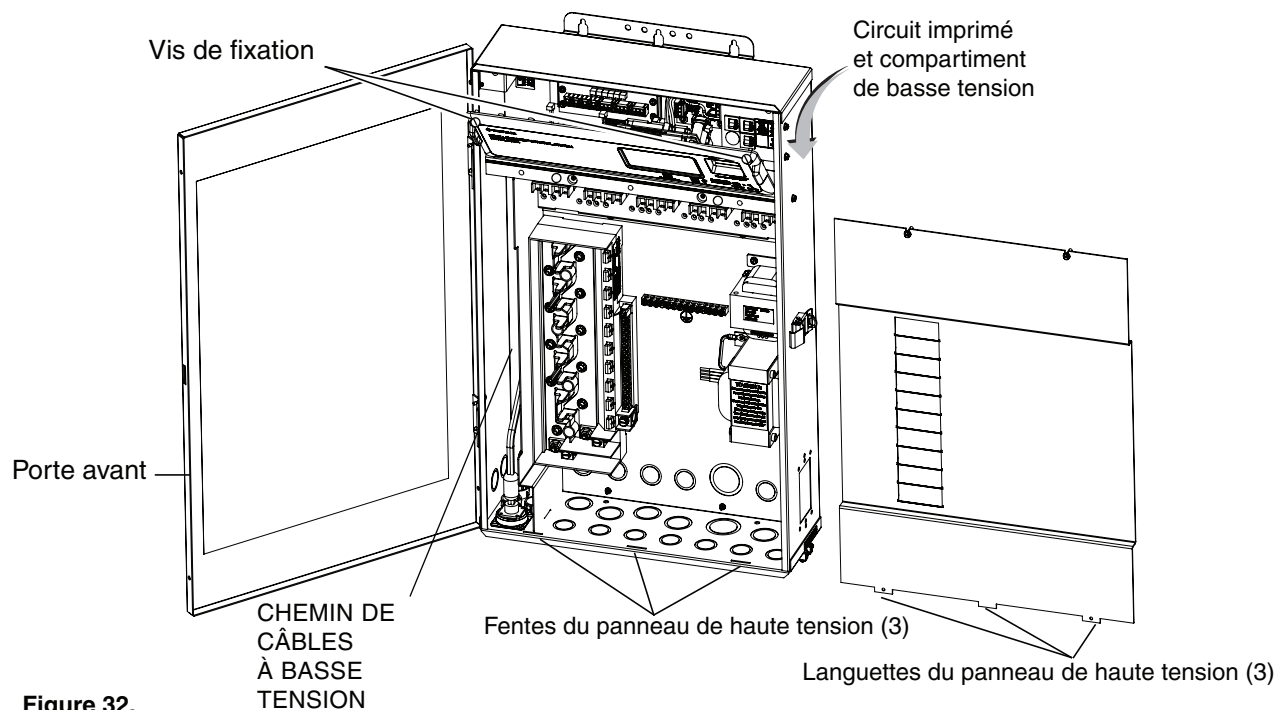

Figure 32.
2. Trouver le petit trou dans le panneau d'échappement pour passer le câble RS-485. Utiliser une fraise foret de 1/8 po pour percer un trou dans le panneau d'échappement afin de passer les fils RS-485. **Voir la figure 32.**
5. Réinstaller le panneau de haute tension : Insérer les trois languettes du panneau dans les fentes qui se trouvent au bas du boîtier. Fixer le panneau à l'aide des deux (2) vis de fixation. Fermer la porte avant et la tenir fermée à l'aide du loquet. Voir figure 32 surpage 38.
6. **Mettre en marche (ON) l'alimentation c.a.** du centre de chargement du système de commande IntelliCenter.